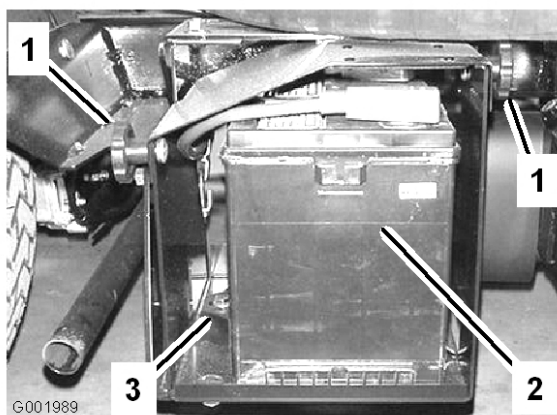

Figura 53
2. Desaperte os manípulos na parte lateral da caixa da bateria e retire a cobertura da bateria (Figura 53).
5. Retire as fixações e os fechos da bateria (Figura 53).
2. Coloque a fixação da bateria, assim como os fechos que retirou anteriormente (Figura 53).
4. Coloque a cobertura da bateria e aperte-a com os 2 manípulos (Figura 53).
1. Desaperte os manípulos na parte lateral da caixa da bateria e retire a cobertura da bateria (Figura 53).